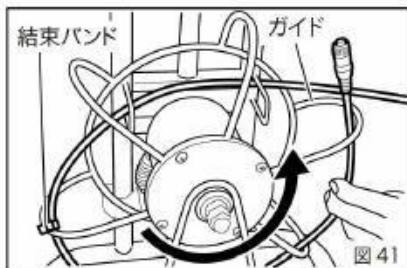

図 41
- ③ガイドとカメラケーブルを固定している結束バンドをカットし、コネクタが外れたらゆっくりとカメラケーブルをケーブルドラムから抜き取ります。(図 41)